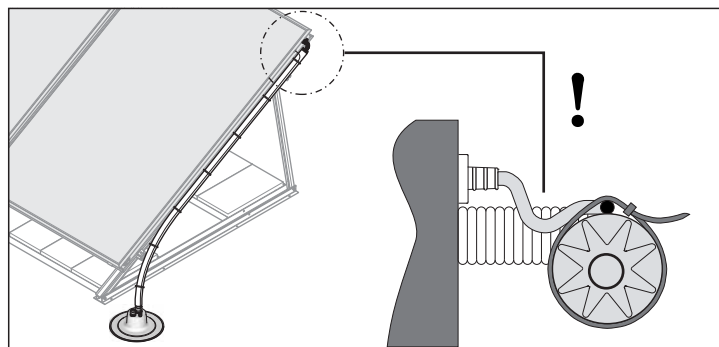

Bild 3-41 Arbeitsschritt 3 -
3. Silikonkabel des Kollektortemperaturfühlers zur Dachdurchführung verlegen (mit Abtropfbogen) und mit Kabelbindern an der Vorlaufverbindungsleitung sichern (Bild 3-41).
- Bei der Kabelführung darauf achten, dass kein Regenwasser zur Einsteckstelle des Fühlers hin ablaufen kann (mit Abtropfbogen verlegen siehe Bild 3-41).